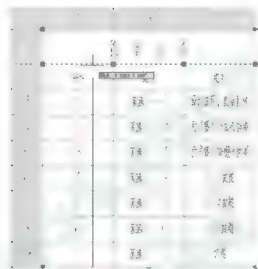
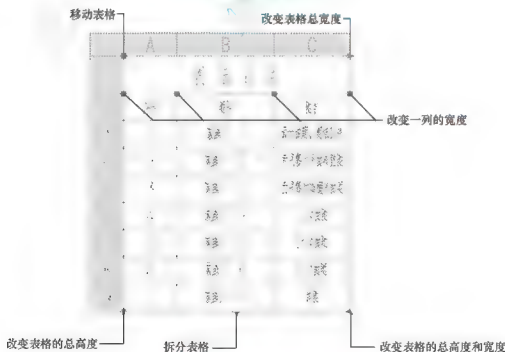

图 3.123 改变序号的列宽
图 3.124 表格夹点的作用
(1) 编辑表格尺寸:在命令行无命令的状态下选中表格,会在表格的4个角点和各列的顶点处出现夹点。可以通过拖动相应的夹点来改变相应单元的尺寸,如图3.123所示。表格中夹点的作用如图3.124所示。